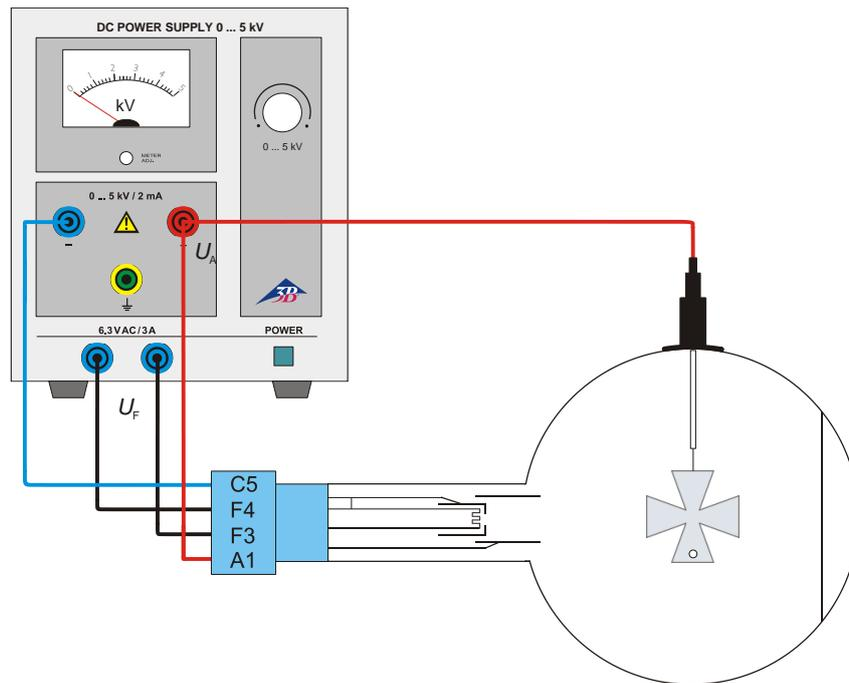

Fig. 1 Propagación rectilínea de rayos de electrones
- Se realiza el circuito de acuerdo con la Fig. 1.